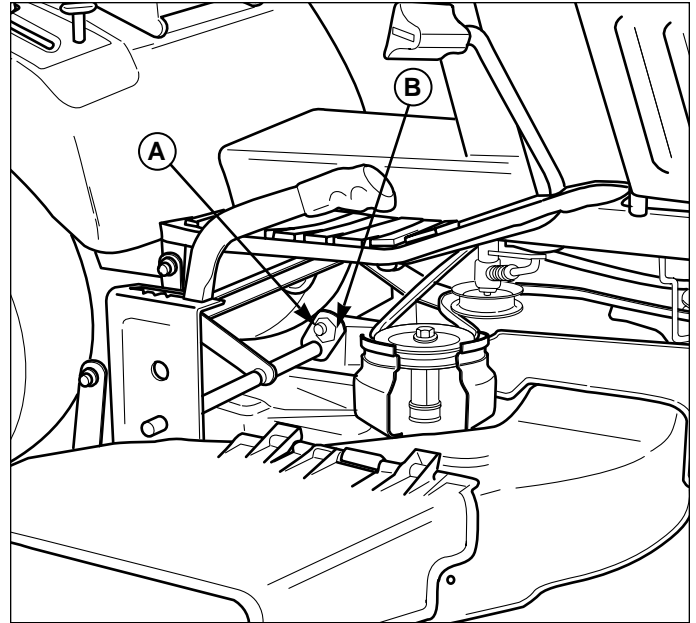

Figure 37. Ecrou de réglage pour la mise à niveau longitudinale
3. Voir la Figure 37. Desserrer l'écrou extérieur (A) et tourner l'écrou excentrique (B) pour relever ou abaisser l'arrière de la tondeuse. Quand la tondeuse est mise à niveau, maintenir l'écrou excentrique (B) tout en serrant l'écrou extérieur (A).